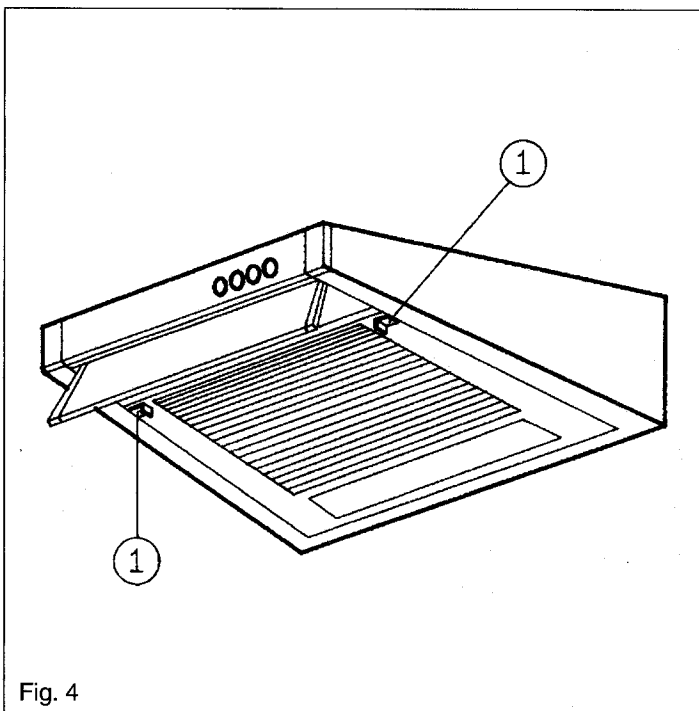

Fig. 4
3. Pour ouvrir la grille pousser les arrêts (Fig. 4/1) à droite et à gauche de la grille l'un vers l'autre.